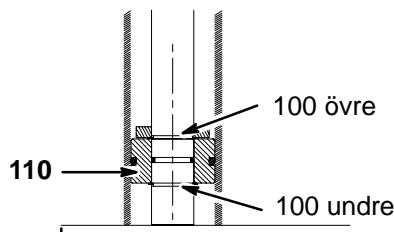

Fig. 6
7. Service av lyftstångskolven (Fig. 6):